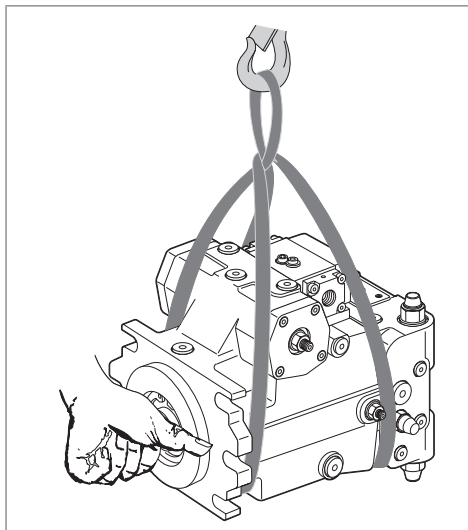

Рис. 8: Транспортировка при помощи стропа
- ▶ Уложите строп вокруг аксиально-поршневого агрегата так, чтобы он не проходил по монтируемым деталям (например, клапанам, трубопроводам), и чтобы аксиально-поршневой агрегат не был подвешен за монтируемые детали (см. Рис. 8).